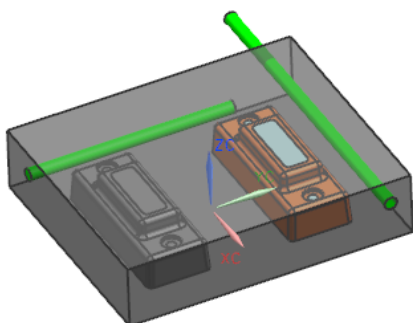
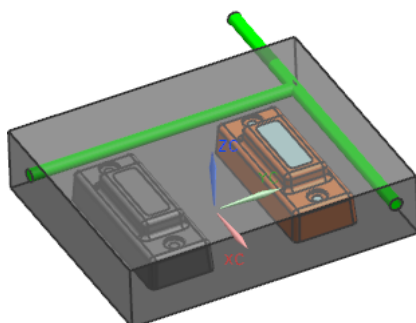

图 9-35 有一段管道太长
图 9-36 短的管道延伸
(6) 如果两段管道中有一段太长，如图 9-35 所示，那么系统只会将短的那一段管道进行延伸，而长的管道并不会被修剪，如图 9-36 所示。